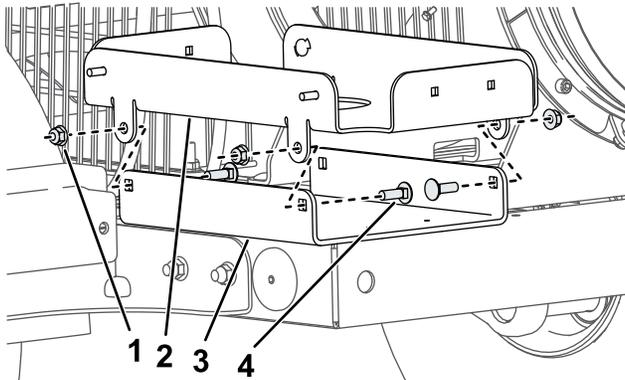

Рисунок 2
1. Снимите имеющееся крепление топливного бака и установите новое крепление для топливного бака на 38 литров с помощью 4 каретных болтов (5/16 дюйма) и 4 фланцевых гаек (5/16 дюйма), вставив болты в отверстия в поддоне, как показано на Рисунок 2.